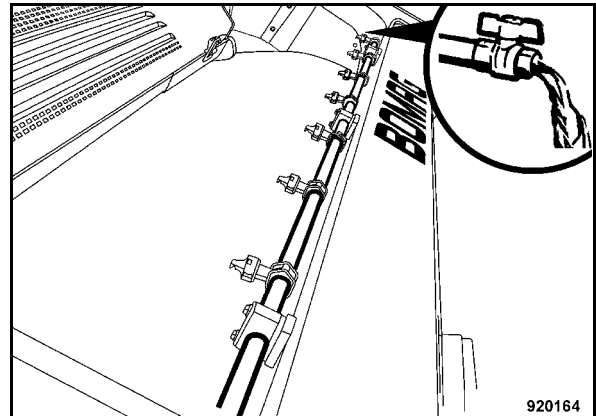

Fig. 209
- Aprire tutti i rubinetti di scarico acqua (Fig. 209) dei tubi d'irrorazione e scaricare completamente l'acqua.